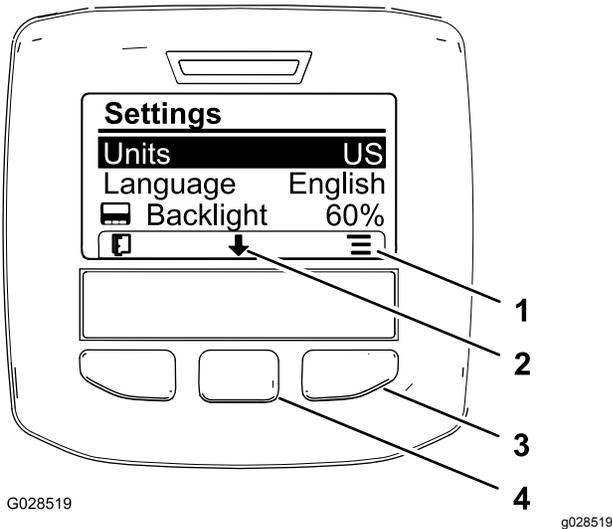

図 9
1. 単位系を変更するには、中央ボタンで下へスクロールしてUNITSを選ぶ 図 9。